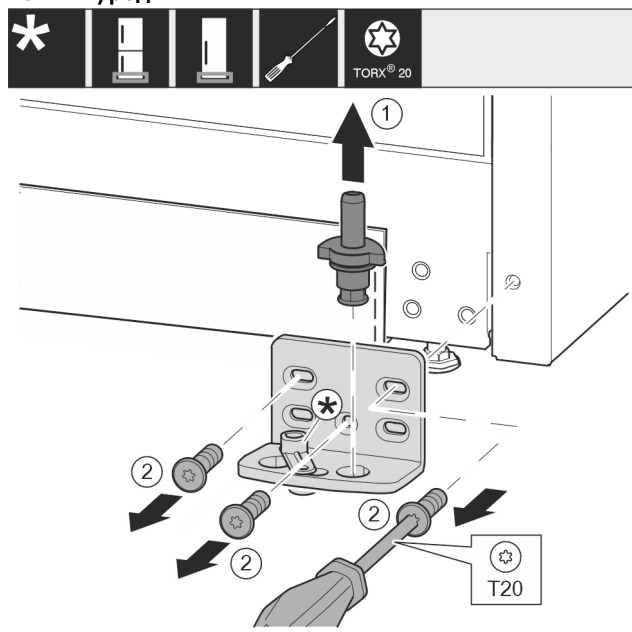

Fig. 9
- ▶ Извадете изцяло нагоре лагерния болт. Fig. 9 (1)
- ▶ Отвийте винтовете с отвертка T20 и сваляте лагерната стойка. Fig. 9 (2)